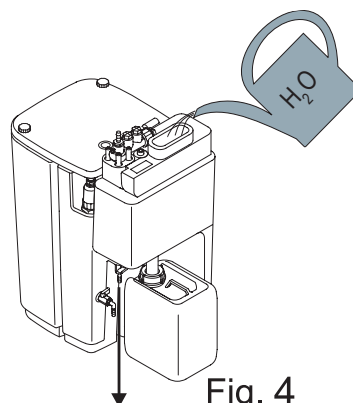

Fig. 4
- Ggfs. Frischwasser nachfüllen (Fig. 4)
- Fill up with clean water as required. (Fig. 4)
- Si nécessaire, rajouter de l'eau claire (Fig. 4)
- eventueel vers water bijvullen (Fig. 4)